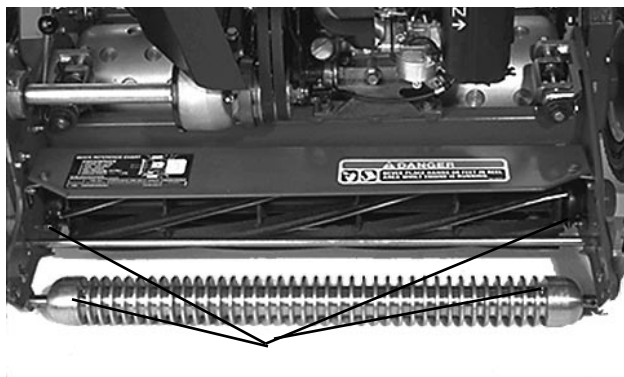
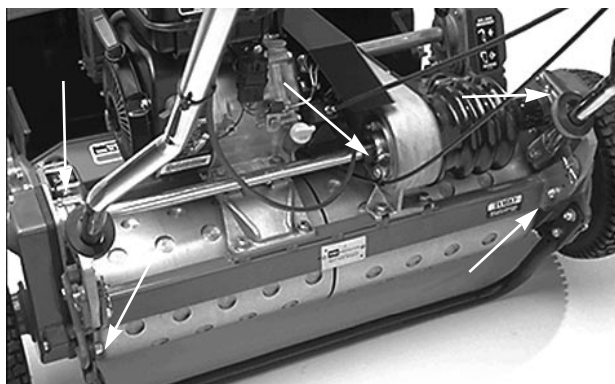

Fig 17
Fig. 18
2. Smørepunktene beliggenhet: (2) på fremre valse (fig. 17), (2) på sylindrelagrene (fig. 17), (2) på trommelaksene (fig. 18), (3) på differensialen (fig. 19), (2) på sylindrens mellomaksellagre (fig. 19) og (1) på remmens ledeskive (fig. 20)